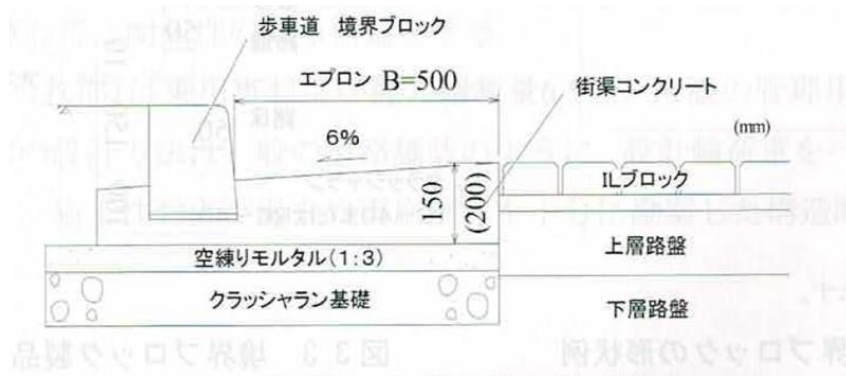

図7 端部拘束にプレキャストコンクリート製L型側溝を用いた例
- ② 境界ブロックを使用する場合の基礎は、碎石(クラッシュラン等)を敷きならした上で捨てコンクリートを打設し、モルタルでレベルを取ります。
- ③ 端部拘束にプレキャストコンクリート製 L 型側溝を用いる例を**図7**に示します。L 型側溝は碎石(クラッシュラン等)を敷きならした上で、その上に空練りモルタル(容積比でセメント1:砂3程度)でレベルを取ります。
- ④ IL3(大型車舗装計画交通量 100 台/日・方向 未満)および IL4(大型車舗装計画交通量 100 台/日・方向 以上 1,000 台/日・方向 未満)では、現場の状況に応じて現場打ちコンクリートで端部拘束物を設置することもあります。